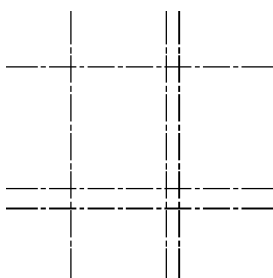

图 5-86 偏移处理 (一)
- (3) 单击“默认”选项卡“修改”面板中的“偏移”按钮, 将竖直直线分别向右偏移 142 和 160, 将水平直线分别向下偏移 180 和 210, 偏移结果如图 5-86 所示。
- (4) 将图层切换到“轮廓线”图层, 单击“默认”选项卡“绘图”面板中的“圆”按钮, 以点 1 为圆心分别绘制半径为 120 和 40 的同心圆, 再以点 2 为圆心绘制半径为 96 的圆,